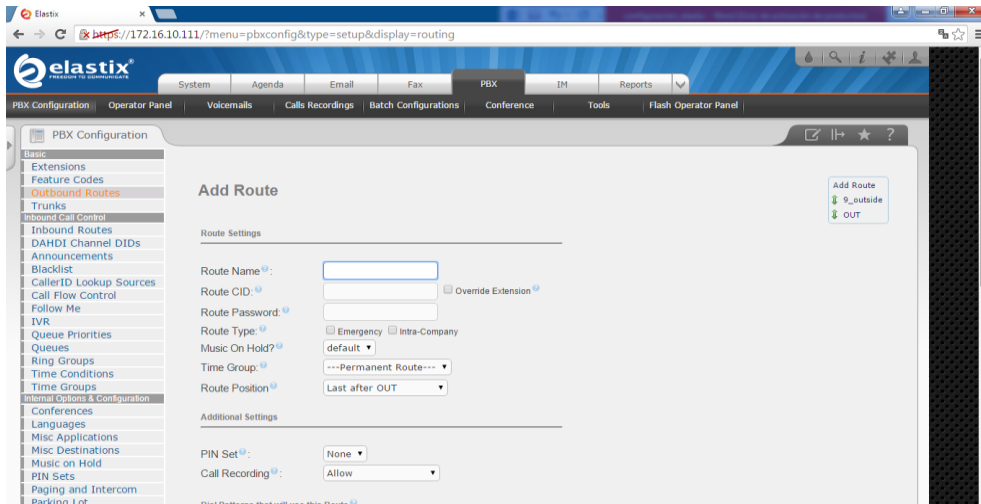

Figura 3.21 PBX configuration + Outbound Routes
1. Definimos la ruta de salida Outbound Routes ver Figura 3.21 .